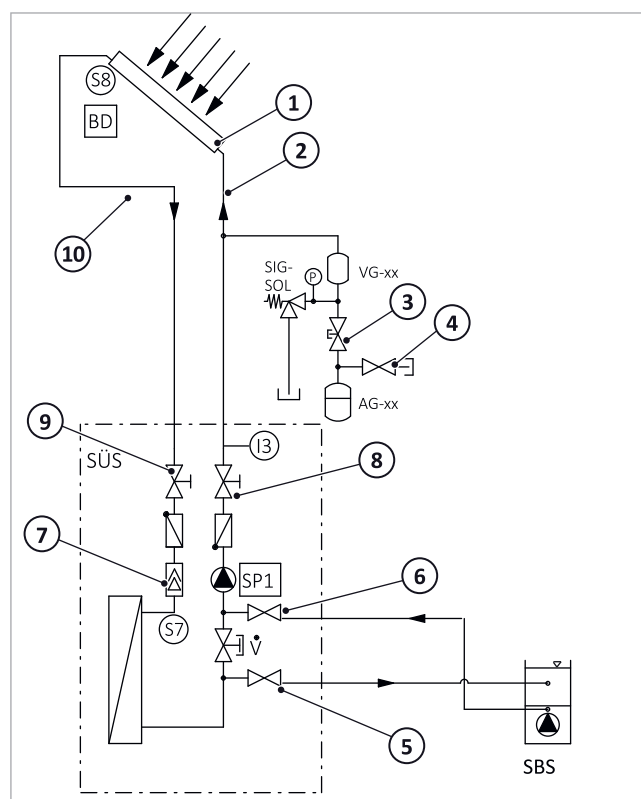

Fig. 108: Estación de transferencia de calor solar: Lavar el ramal de la bomba
- Tras llenar de nuevo el circuito solar se generan durante el funcionamiento gases que se acumulan en el separador de aire de la estación → *fig. 108, p. 57 (7)*. Esta generación de gases se reduce a medida que aumenta el tiempo de funcionamiento de la instalación. De ahí que durante los primeros días tras la puesta en funcionamiento se debe purgar diariamente el separador de aire y comprobar la presión de la instalación. Posteriormente solo será necesario en función de la cantidad de aire separada.